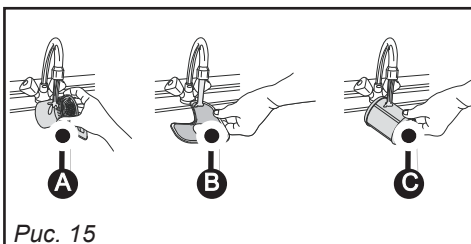

Рис. 15
- ② Ослабьте фильтр для отходов на четверть оборота, а затем снимите его **A**
- ③ Снимите основной фильтр **B**
- ④ Снимите микрофильтр **C**
- ⑤ Тщательно очистите фильтры **A**, **B** и **C** под струей воды (Рис. 15)